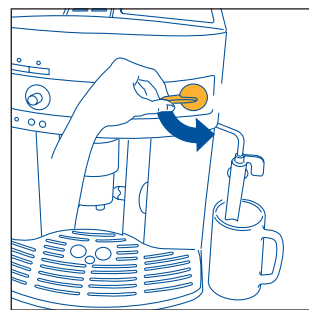
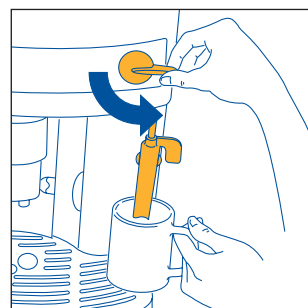
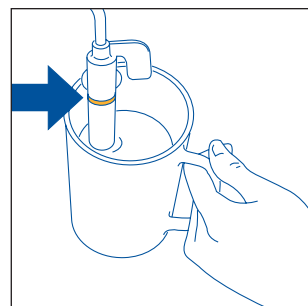

Fig. 5
Fig.23
Fig.24
3. **TOUT DE SUITE APRÈS, DANS LES 30 SECONDES**, tournez complètement la manette vapeur en sens inverse des aiguilles d'une montre (fig.5) (il est normal que la machine fasse du bruit).
- Tournez le robinet vapeur d'un demi-tour en sens inverse des aiguilles d'une montre (fig. 5) : l'eau chaude sortira de la buse à cappuccino et commencera à remplir la tasse.
- **Tout de suite après, dans les deux minutes qui suivent** (autrement la machine revient automatiquement à la fonction café) plongez la buse à cappuccino dans le lait (fig. 23) en veillant à ne pas immerger la ligne en relief sur la buse (indiquée par la flèche fig. 24). Tournez le robinet vapeur d'un demi-tour en sens inverse des aiguilles d'une montre (fig. 5). Attention à ne pas vous brûler ! La vapeur qui sort de la buse à cappuccino donne au lait un aspect crémeux et va augmenter son volume. Pour obtenir une mousse plus crémeuse, immergez la buse à cappuccino dans le lait et, dans un mouvement rotatoire, montez et descendez lentement le récipient. (Il est conseillé de ne pas faire sortir de vapeur pendant plus de 2 minutes à la fois.)